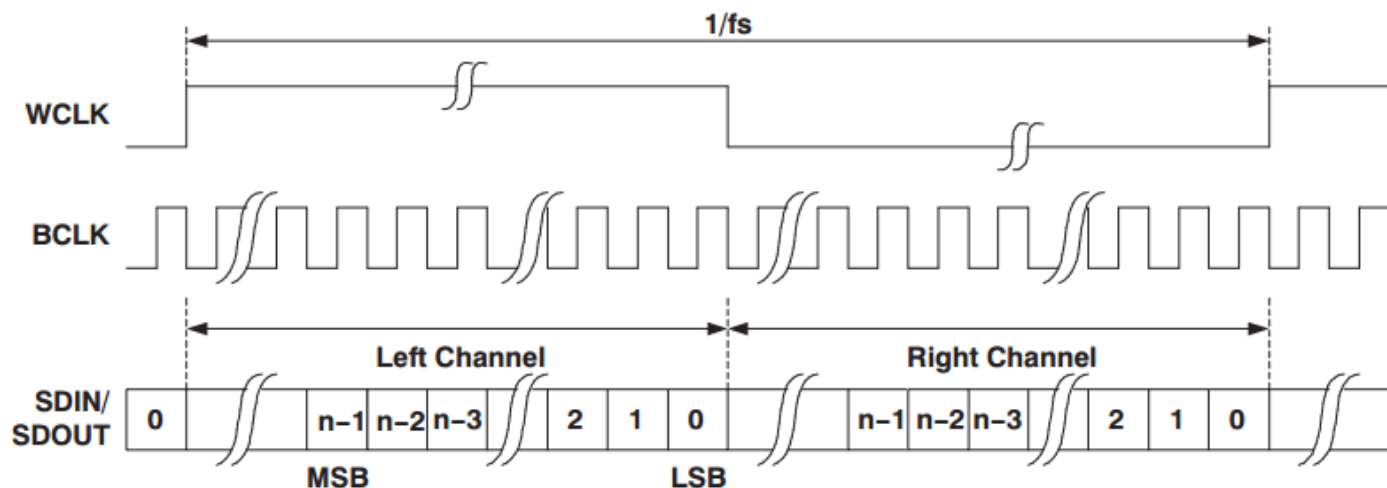

图 9. 右对齐操作模式
**标准右对齐**也叫日本格式，EIAJ (Electronic Industries Association of Japan) 或 SONY 格式，图 9 为右对齐时序图。右对齐格式左声道的数据 LSB 在 WS 下降沿的前一个 SCK/BCLK 上升沿有效，右声道的数据 LSB 在 WS 上升沿的前一个 SCK/BCLK 上升沿有效。相比于标准左对齐格式，标准右对齐的不足在于接收设备必须事先知道待传数据的字长。这也解释了为什么许多 CODEC 都会提供多种右对齐格式选择功能。